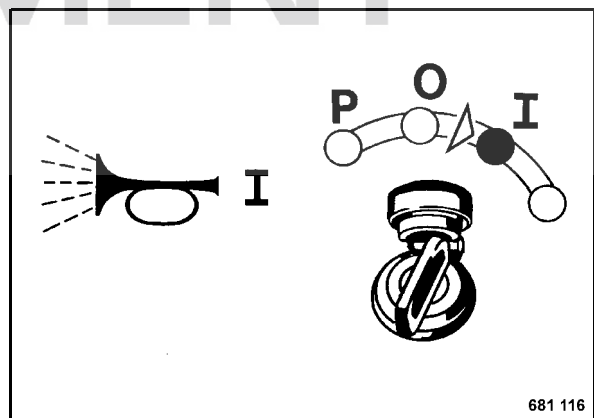

fig. 32
- Tourner la clé de contact (fig. 32) sur position "I" ; l'avertisseur sonore retentit